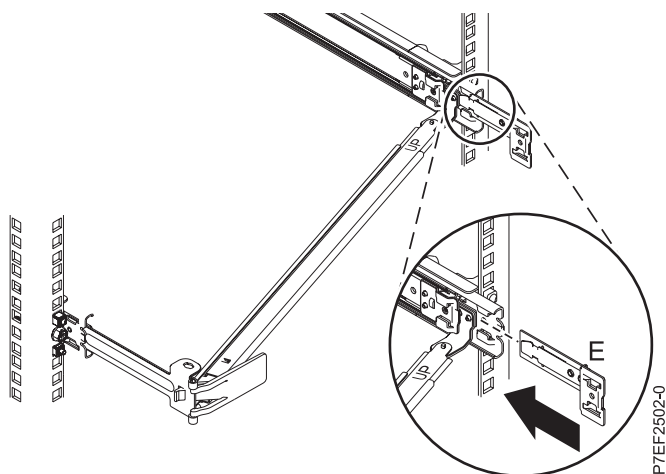

Figura 15. Colocación de la pieza de extensión en el riel deslizante
4. Deslice la pieza de sujeción de extensión (E) en el riel deslizante de la derecha. Presione la pieza de sujeción en el riel deslizante hasta que el pestillo accionado por resorte quede encajado en su sitio, tal como muestra la Figura 15.